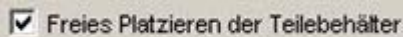

Abbildung 301: Beispiel für Fangmodus
- Ziehen Sie die grafischen Objekte mit Hilfe der Maus in die Nähe eines bereits platzierten Objekts in der Materialbereitstellungsfläche. Sobald der Bereich des Fangradius des platzierten Objektes erreicht ist, können Sie die Maustaste loslassen. Das zu platzierende Objekt wird automatisch bei dem bereits platzierten Objekt direkt platziert. Siehe Abbildung 301.